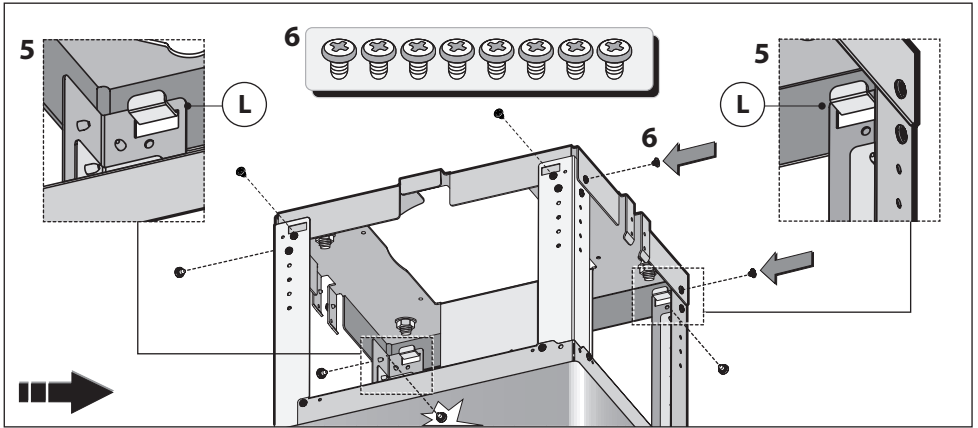

Fig.9
- Die Haube mit dem Gestell in die hinteren Haken **L** der Supportplatte **K** einhängen und nach vorne schwenken und mit Schrauben befestigen Abbildung 9 Phase 5.
- Gestell **B** mit Supportplatte **K** verschrauben Abbildung 9 Phase 6.